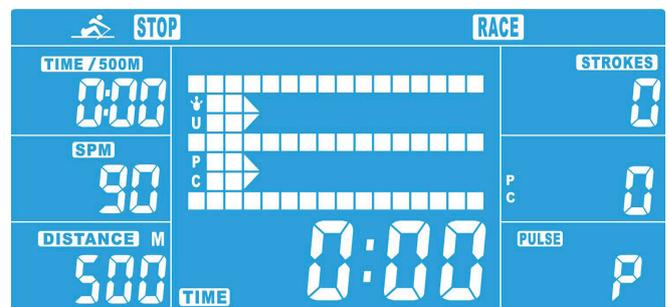

Abbildung 11
2. Drücken Sie UP oder DOWN, um SPM (Vorgabe = 10) und DISTANCE (Vorgabe = 500) einzustellen (Abb. 11). Bestätigen Sie mit ENTER.
① HINWEIS